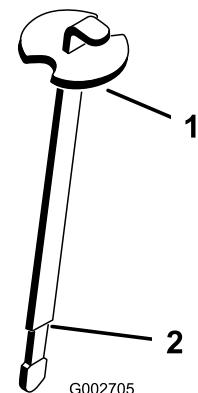

Figura 9
- Nota:** Il fluido deve raggiungere la tacca (zona di strizione) sull'asta di livello (**Figura 9**).